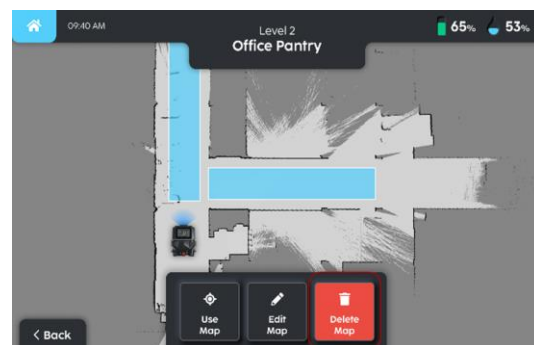

FIGURE 4-8
2. Sélectionnez supprimer la carte (Fig. 4-8).